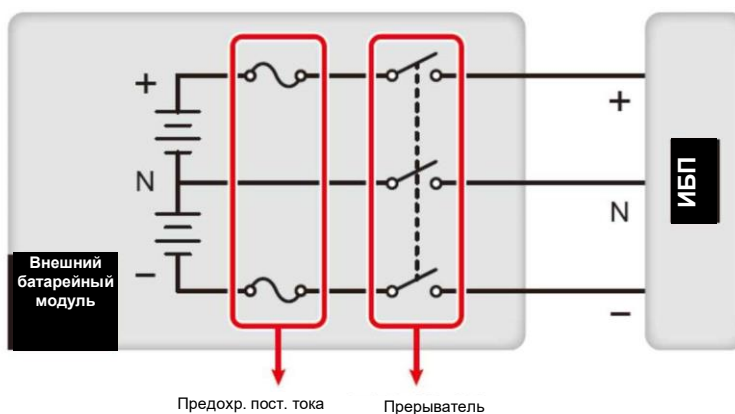

Рисунок 5-14. Установка прерывателя с последовательно подключенным предохранителем постоянного тока
- Защитное устройство внешнего батарейного модуля должен выбрать квалифицированный сервисный персонал. В качестве защитного устройства необходимо использовать прерыватель с последовательно подключенным предохранителем постоянного тока или автоматический выключатель постоянного тока; см. **табл. 5-2**. При выборе защитного устройства внешнего батарейного модуля необходимо учитывать следующие факторы: (1) свертток между ИБП и контуром батарей, (2) ток короткого замыкания, (3) параметры проводов/кабелей и (4) местные нормы электробезопасности. По любым вопросам относительно защитного устройства внешнего батарейного модуля следует обращаться в службу технической поддержки компании Delta. Установка защитного устройства внешнего батарейного модуля показана на **рис. 5-14~5-16**.